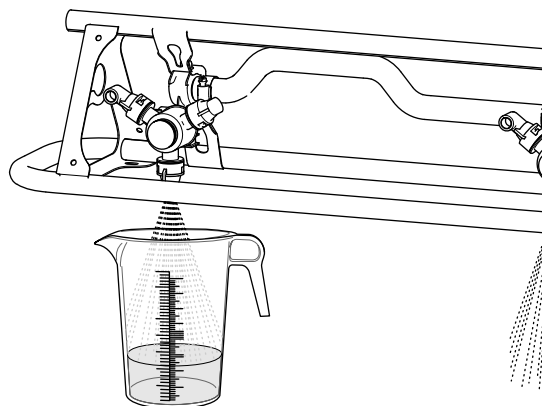

Рисунок 82
6. Установите емкость для сбора жидкости под сопло, прежде чем включать секции (Рисунок 82).
8. Выполняйте проверку со сбором жидкости на одном из сопел не менее 15 секунд (Рисунок 82).